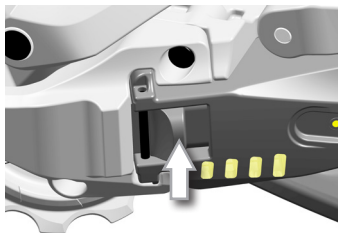
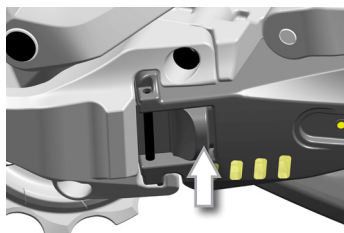

図5
図6
- ・ ロック・ボタンをピボットに当たるまでスライドさせ、バッテリーを固定します (図5 / 図6)。